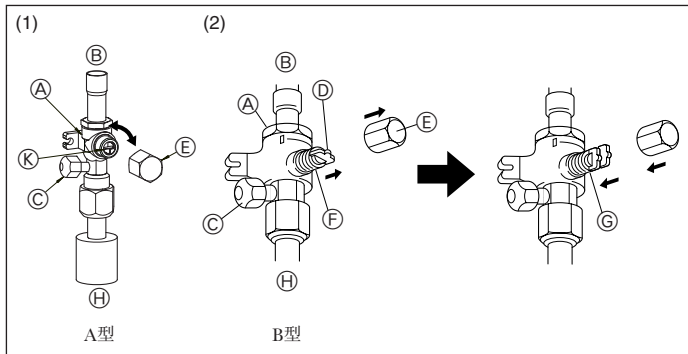

Fig. 5-7
(1) A型 (Fig. 5-7)
(2) B型 (Fig. 5-7)